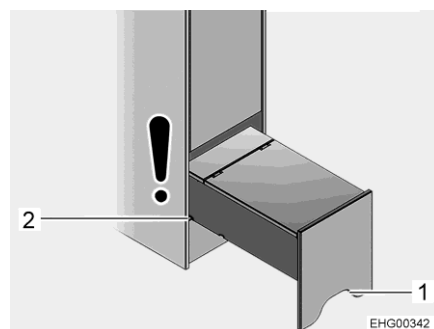

Fig. 95 Base di appoggio per la salita (completamente estratta)
- Afferrare la base di appoggio per la salita in corrispondenza dell'apertura (Fig. 95,1), sollevare leggermente ed estrarla fino alla seconda scanalatura (Fig. 95,2).